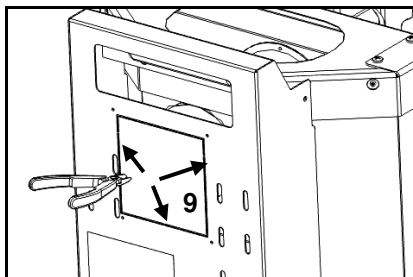

Figura 71 - Remoção tampo posterior salamandra
g) Na parte posterior do equipamento remover a tampa assinalada na Figura 71, cortando nas zonas assinaladas com um alicate de corte (9).